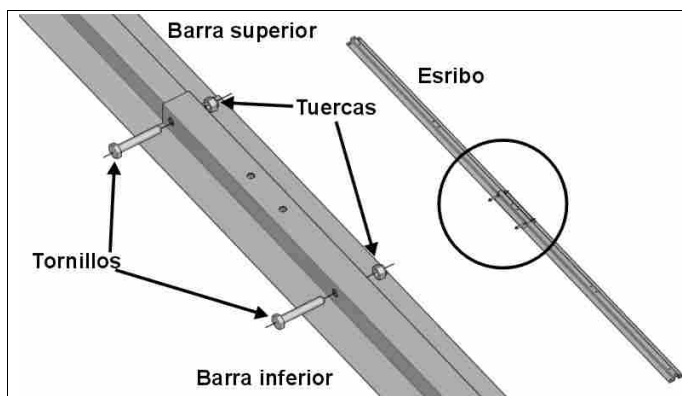

Fig. 7: Estribos de montaje
2. Se aconseja poner en el suelo cartones u otro tipo de material protector como base de trabajo durante la preparación del marcador. Para cada marcador se deben preparar dos estribos de soporte uniendo dos barras (una barra superior en 'U' estrecha y otra inferior en 'U' ancha); empalme las dos barras sobreponiéndolas y alineando los agujeros para que pasen los tornillos. Únalas sólidamente apretando los dos tornillos y las tuercas (Fig. 7).